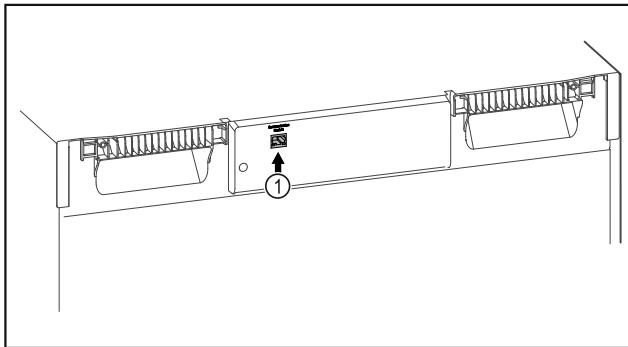

Fig. 136
- SmartModule Fig. 136 (1) установлен.